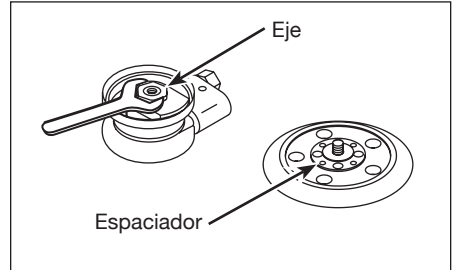

Figura 2 - Montaje de la almohadilla para lijar
2. Coloque la llave de boca provista en el eje hexagonal y sosténgala en esa posición (ver la Figura 2).
3. Asegúrese de que el espaciador esté en su lugar sobre el vástago roscado de la almohadilla para lijar (ver la Figura 2); luego ajuste a mano la base en el eje girándola en el sentido horario. Retire la llave de boca.